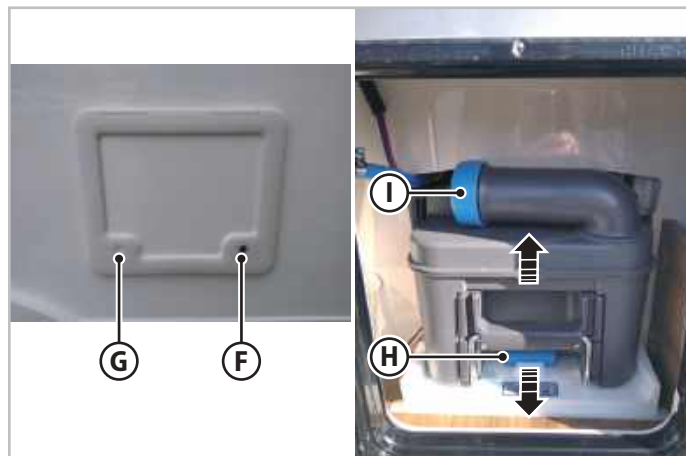

Fig.6.38 - Vidange de la cassette WC
2. Ouvrir la serrure avec la clé **(F)** - Fig.6.38), puis retirer la clé.
3. Appuyer sur les boutons **G** et **F** (Fig.6.38) et ouvrir la trappe.
4. Exeracer une légère pression vers le haut sur la poignée **(H)** - Fig.6.38) et retirer le réservoir.
5. Retirer le bouchon **(I)** - Fig.6.38) et appuyer sur le bouton d'évacuation pour vider le réservoir.